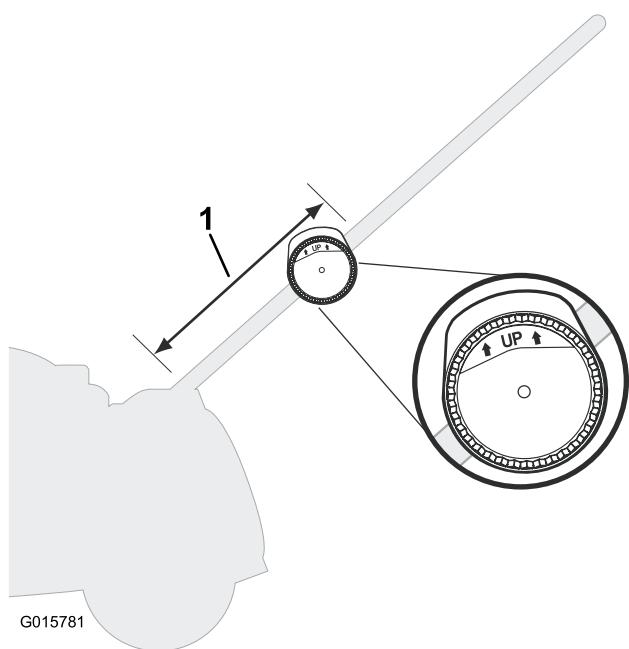
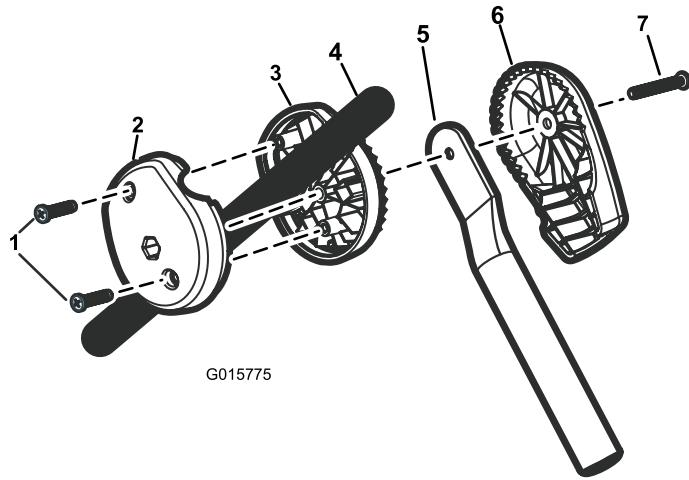

Figura 2
Figura 1
- Coloque la pieza interior de la abrazadera en el interior del tercio inferior del manillar (Figura 1).
- Coloque la pieza exterior de la abrazadera en el exterior del manillar, con la palabra **Up** hacia arriba (Figura 2), y conecte las dos piezas de la abrazadera al manillar con dos tornillos Phillips (Figura 1).
- Coloque el tubo vertical en el ajustador de ángulo. Asegúrese de que la parte superior del tubo vertical está **plana** sobre la porción interior del ajustador de ángulo (Figura 1).
- Utilice el tornillo de cabeza redonda para acoplar el tubo vertical y el ajustador de ángulo a la abrazadera, según se muestra en Figura 1.